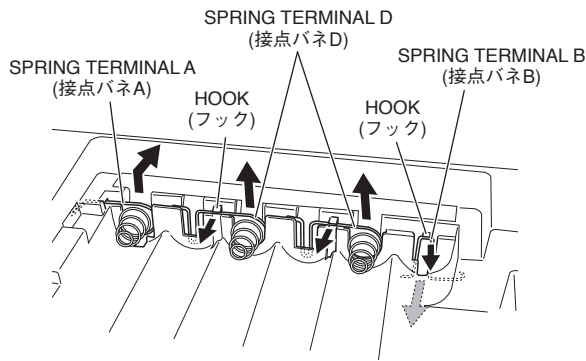
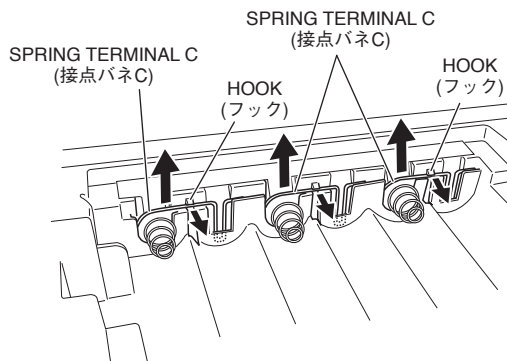

Fig. 14(図14)
Fig. 15(図15)
- 15-1-6 Lift the spring terminal A a little and slide it in the upper right direction to remove it. (Fig. 14)
- 15-1-7 Remove the hook for the spring terminal B to pull it out from inside. (Fig. 14)
- 15-2-2 Remove the hooks to pull out the spring terminal C and spring terminal D. (Fig. 14, Fig. 15)
- 15-1-6 接点バネ A は、上に少し引き上げ、右上にスライドして外します。(図 14)
- 15-1-7 接点バネ B は、フックを外して、内側から引き出します。(図 14)
- 15-2-2 フックを外して、接点バネ C、接点バネ D を引き出します。(図 14、図 15)